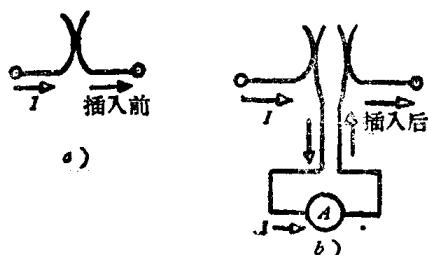

图 0-2
(8) 安培表应串接在被测电路中，决不允许将安培表与负载并联或直接把它接在电源两端，否则将造成事故。
(9) 在电路中有时需要用一只安培表测量几个支路的电流，这时可利用一个安培表的插座。在接线时，把这个安培表的插座接在电路中，而把安培表的两端接在一个插塞上。不测量时，利用插座中的两个触头接通电路。要测量时，插塞插入插座内，这时电流就经过安培表（见附图0-2）。